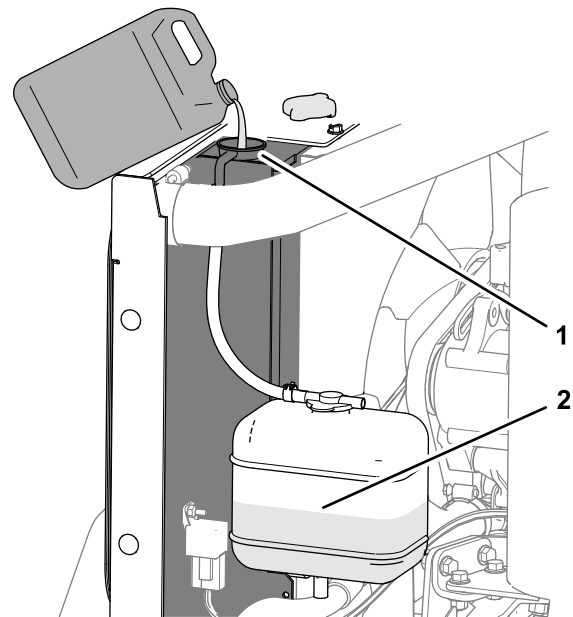

Figura 59
1. Retire el tapón del radiador y añada lentamente el refrigerante especificado hasta que el radiador esté lleno (Figura 59).
2. Instale el tapón del radiador (Figura 59).
3. Retire el tapón del depósito de refrigerante y añada el refrigerante especificado hasta que el depósito esté lleno a la mitad (Figura 59).
4. Instale el tapón en el depósito del refrigerante (Figura 59).